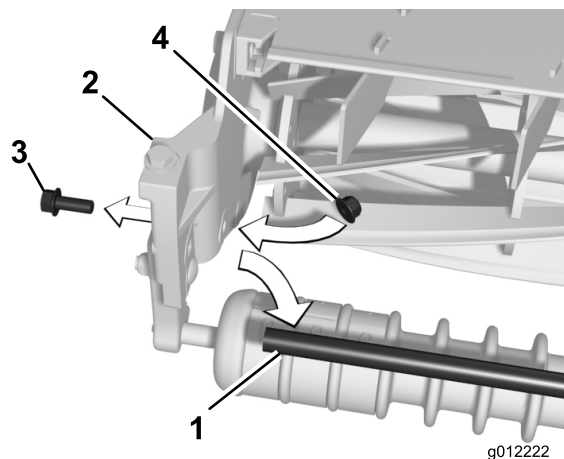

Рисунок 11
1. Выверните 2 болта с фланцевыми головками, которые крепят опорную трубу к боковым пластинам режущего блока (Рисунок 11). Извлеките опорную трубу.
2. Закрепите болты с фланцевыми головками на боковых пластинах режущего блока 2 входящими в комплект фланцевыми контргайками (3/8 дюйма) (Рисунок 11).